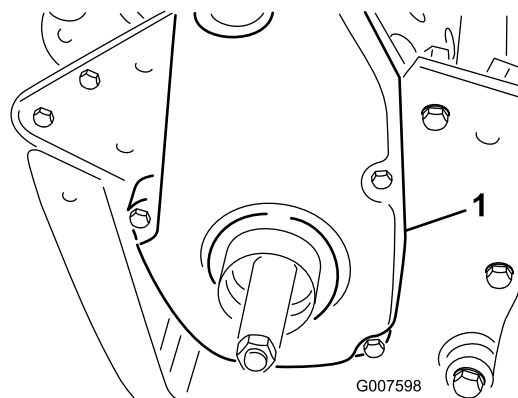

Figura 43
6. Retire a cobertura traseira da correia do lado direito da máquina (Figura 43).